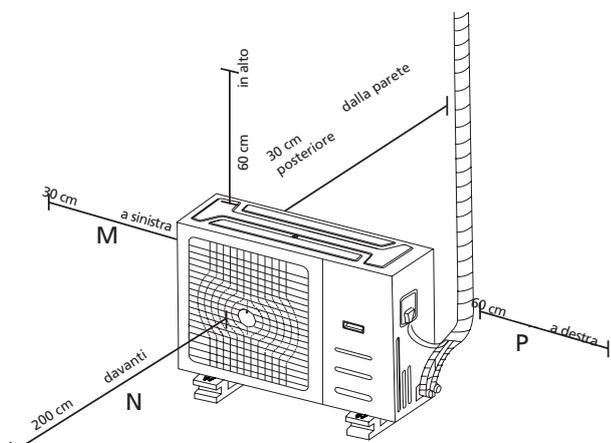

Fig. 5.7
**NOTA:** la distanza minima tra l'unità da esterno e le pareti riportata nella guida di installazione non si applica ai locali a tenuta ermetica. Assicurarsi che l'unità non presenti ostruzioni in almeno due delle tre direzioni (M, N, P) (vedere Fig. 5.7)